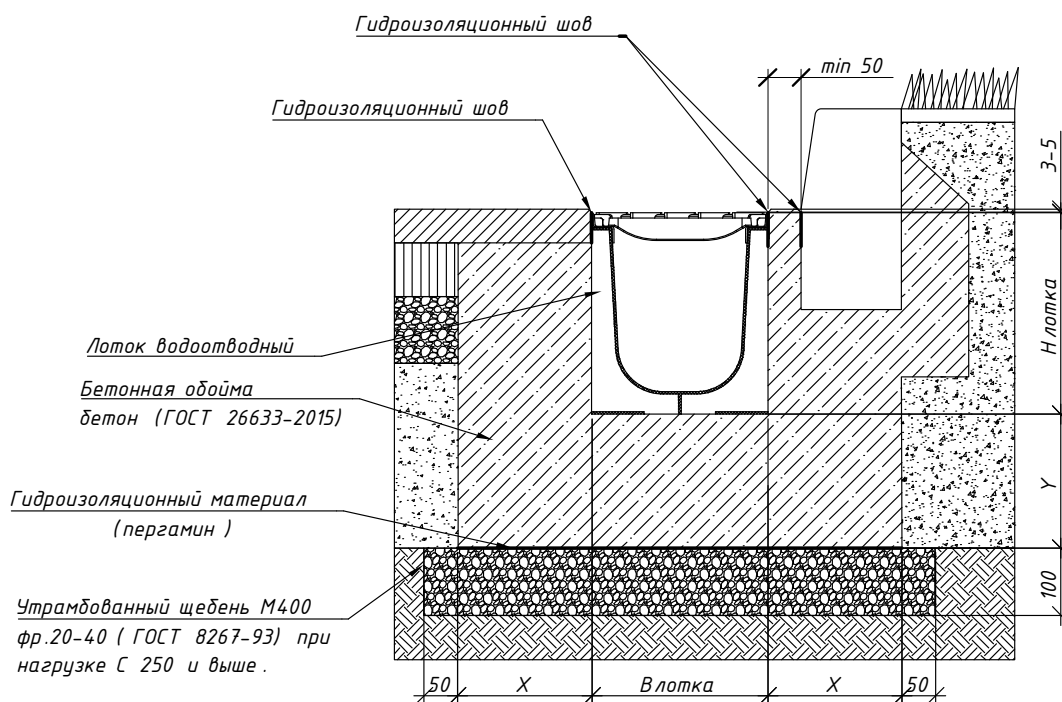

Рис. 7 – Монтаж пластиковых лотков с асфальтобетонным покрытием и бортовым камнем.
- при примыкании к бортовому камню (Рис. 7), между ним и лотком устраивается бетонная обойма $\text{min } 50\text{мм}$. В местах примыкания бетонной обоймы с лотком и бортовым камнем устраивается гидроизоляционный шов.